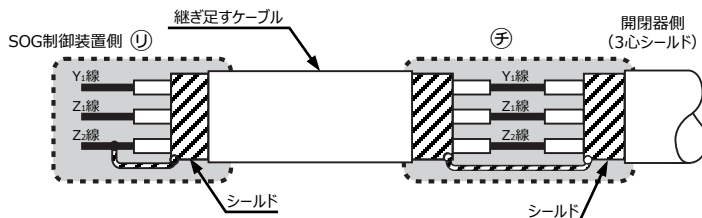

図11 ケーブルの継ぎ足し
- ㊪ 開閉器側制御ケーブルの端末は、シールド線をZ2端子にはんだ付けしていますので、継ぎ足す場合にはシールド線を外し、端子記号を合わせて接続してください。また開閉器側のY1、Z1、Z2のシールド線と継ぎ足すケーブル側のシールドを接続してください。(図11)
- ㊫ 継ぎ足した側のケーブル端末は、SOG制御装置側でシールドとZ2端子を接続してください。(図11)